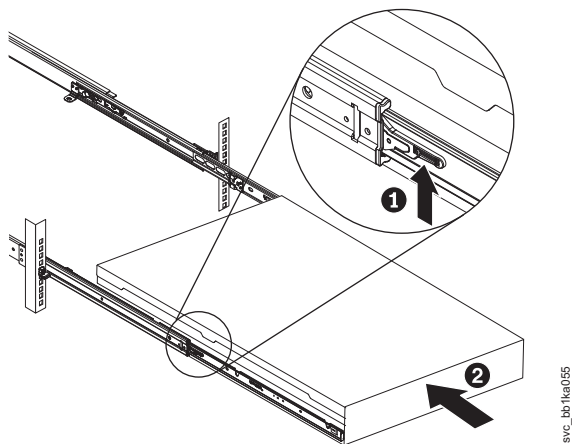

Figura 96. Levantando as alavancas de travamento dos trilhos deslizantes do rack
11. Levante as alavancas de travamento (**1** na Figura 96 na página 125) nos trilhos deslizantes e empurre o servidor **2** completamente no rack até que ele encaixe.